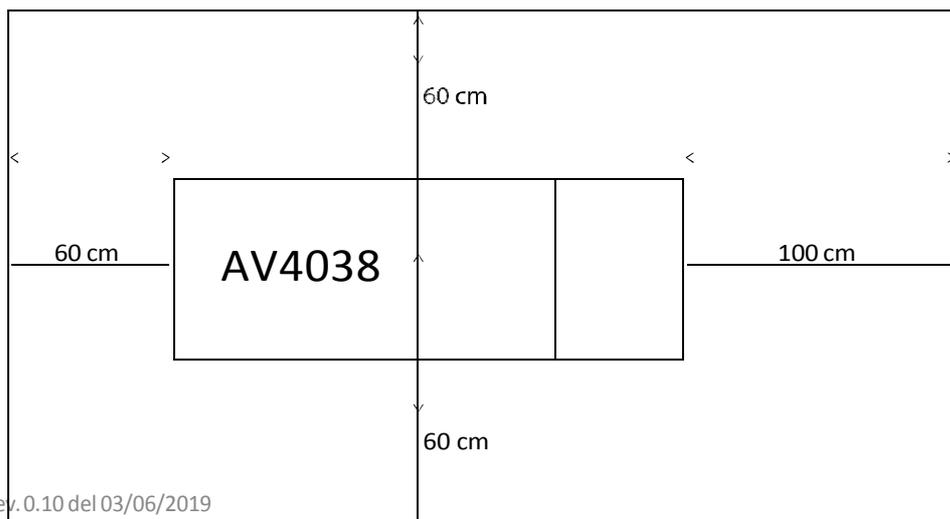

Рис. 1
- достаточная для кресла площадь (см рис.1);